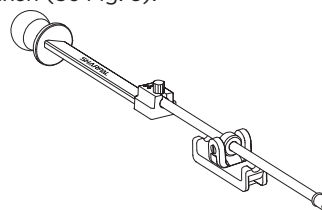

Fig. 3
**Tips:** Vila slipstängens i parkeringsspåret på stödstångens när du klämmer fast saxen (Se Fig. 3).